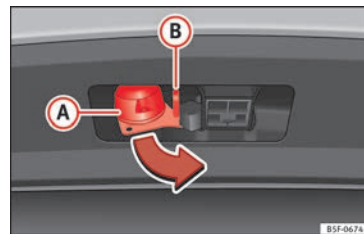

Abb. 231 13-polige Steckverbindung drehen
- Halten Sie die 13-polige Steckverbindung im Bereich **(A)** und ziehen Sie sie in Pfeilrichtung heraus »» **Abb. 231**.
- Halten Sie die 13-polige Steckverbindung im Bereich **(A)** und stecken Sie sie entgegen der Pfeilrichtung ein »» **Abb. 231**.
Die Sicherheitsöse **(B)** »» **Abb. 231** dient dem Einhängen des Halteseils des Anhängers.